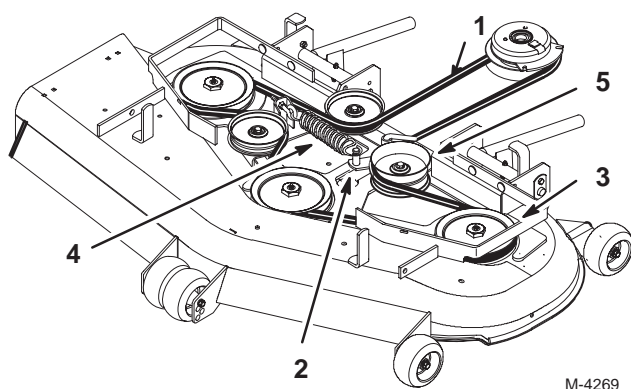

Bild 65
4. Entfernen Sie den Riemen. Drehen Sie zunächst die äußere Scheibe ab (Bild 65).
7. Setzen Sie die Spannscheibe wieder ein und führen Sie den Riemen über die anderen Scheiben (Bild 65).